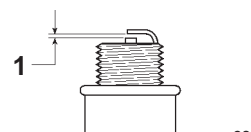

Figure 34
- Réglez l'écartement des électrodes à 0,76 mm (Fig. 34).